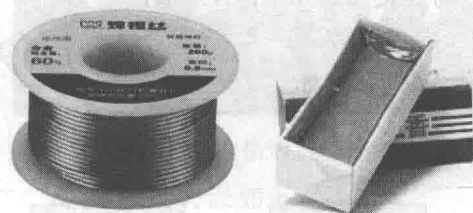

图 1.11 焊锡和松香助焊剂
焊接需要的工具包括:恒温烙铁、焊锡丝、助焊剂、镊子、抽风机、吸锡带、高温海绵。助焊剂的作用是:①去除金属表面的氧化物;②去掉金属表面的杂质或污垢;③防止金属表面再次氧化。图1.11为焊锡和松香助焊剂。